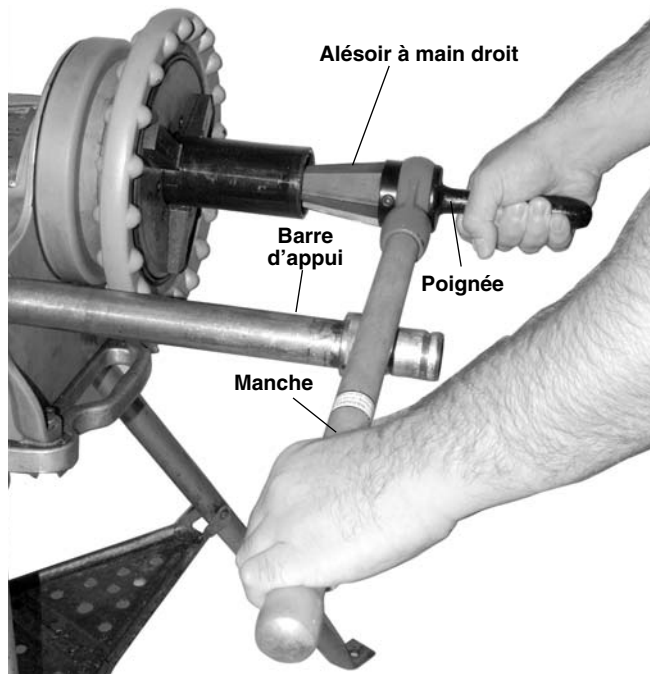

Figure 6 – Alésage des tuyaux à l'aide d'un alésoir à main
4. Reposez la poignée sur la barre d'appui côté gauche (Figure 6) et tenez la poignée de l'alésoir avec la main droite. Evitez de vous pincer en faisant attention de ne pas mettre les doigts entre l'alésoir et la barre d'appui.